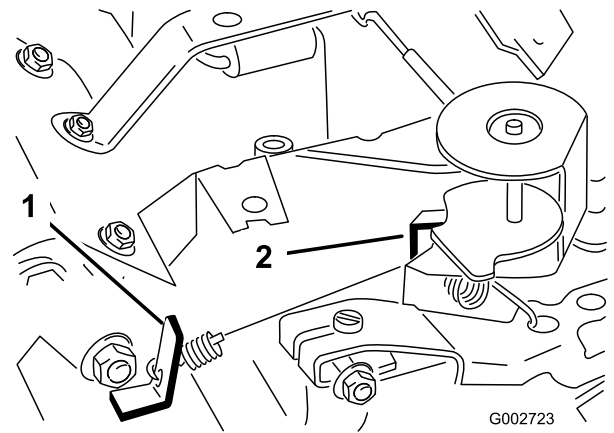

Figura 29
3. dobre o batente da mola de velocidade intermédia (Figura 29) até obter uma velocidade de 1750 ± 50 RPM. Verifique a velocidade com um tacómetro.
elevada (Figura 29) até obter uma velocidade de 3150 ± 50 RPM.